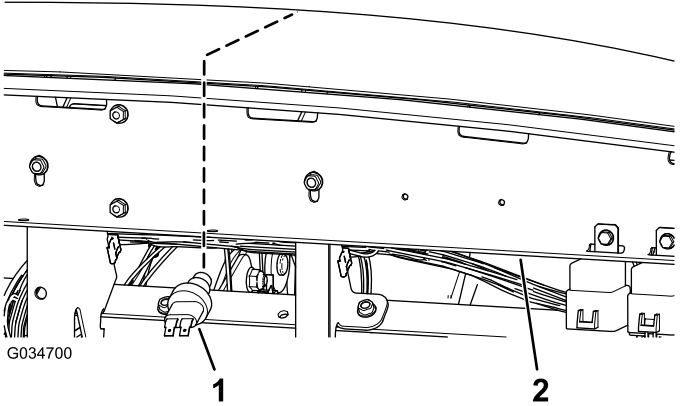

图 5
2. 把手伸到仪表板支架下方将喇叭开关装入开口 图 5。
2. 把手伸到仪表板支架下方将喇叭开关装入开口图 5。